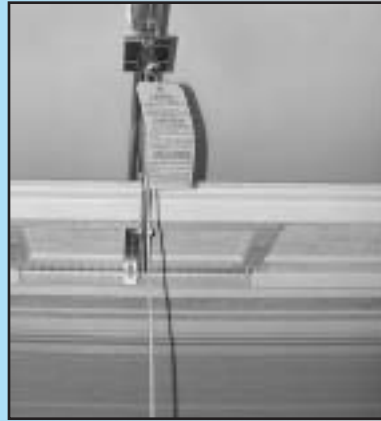

Fig. 2-9
- **Fig. 2-9.**
- Aligner la tête motorisée et le rail avec le centre de la porte. **Fig. 2-9.**